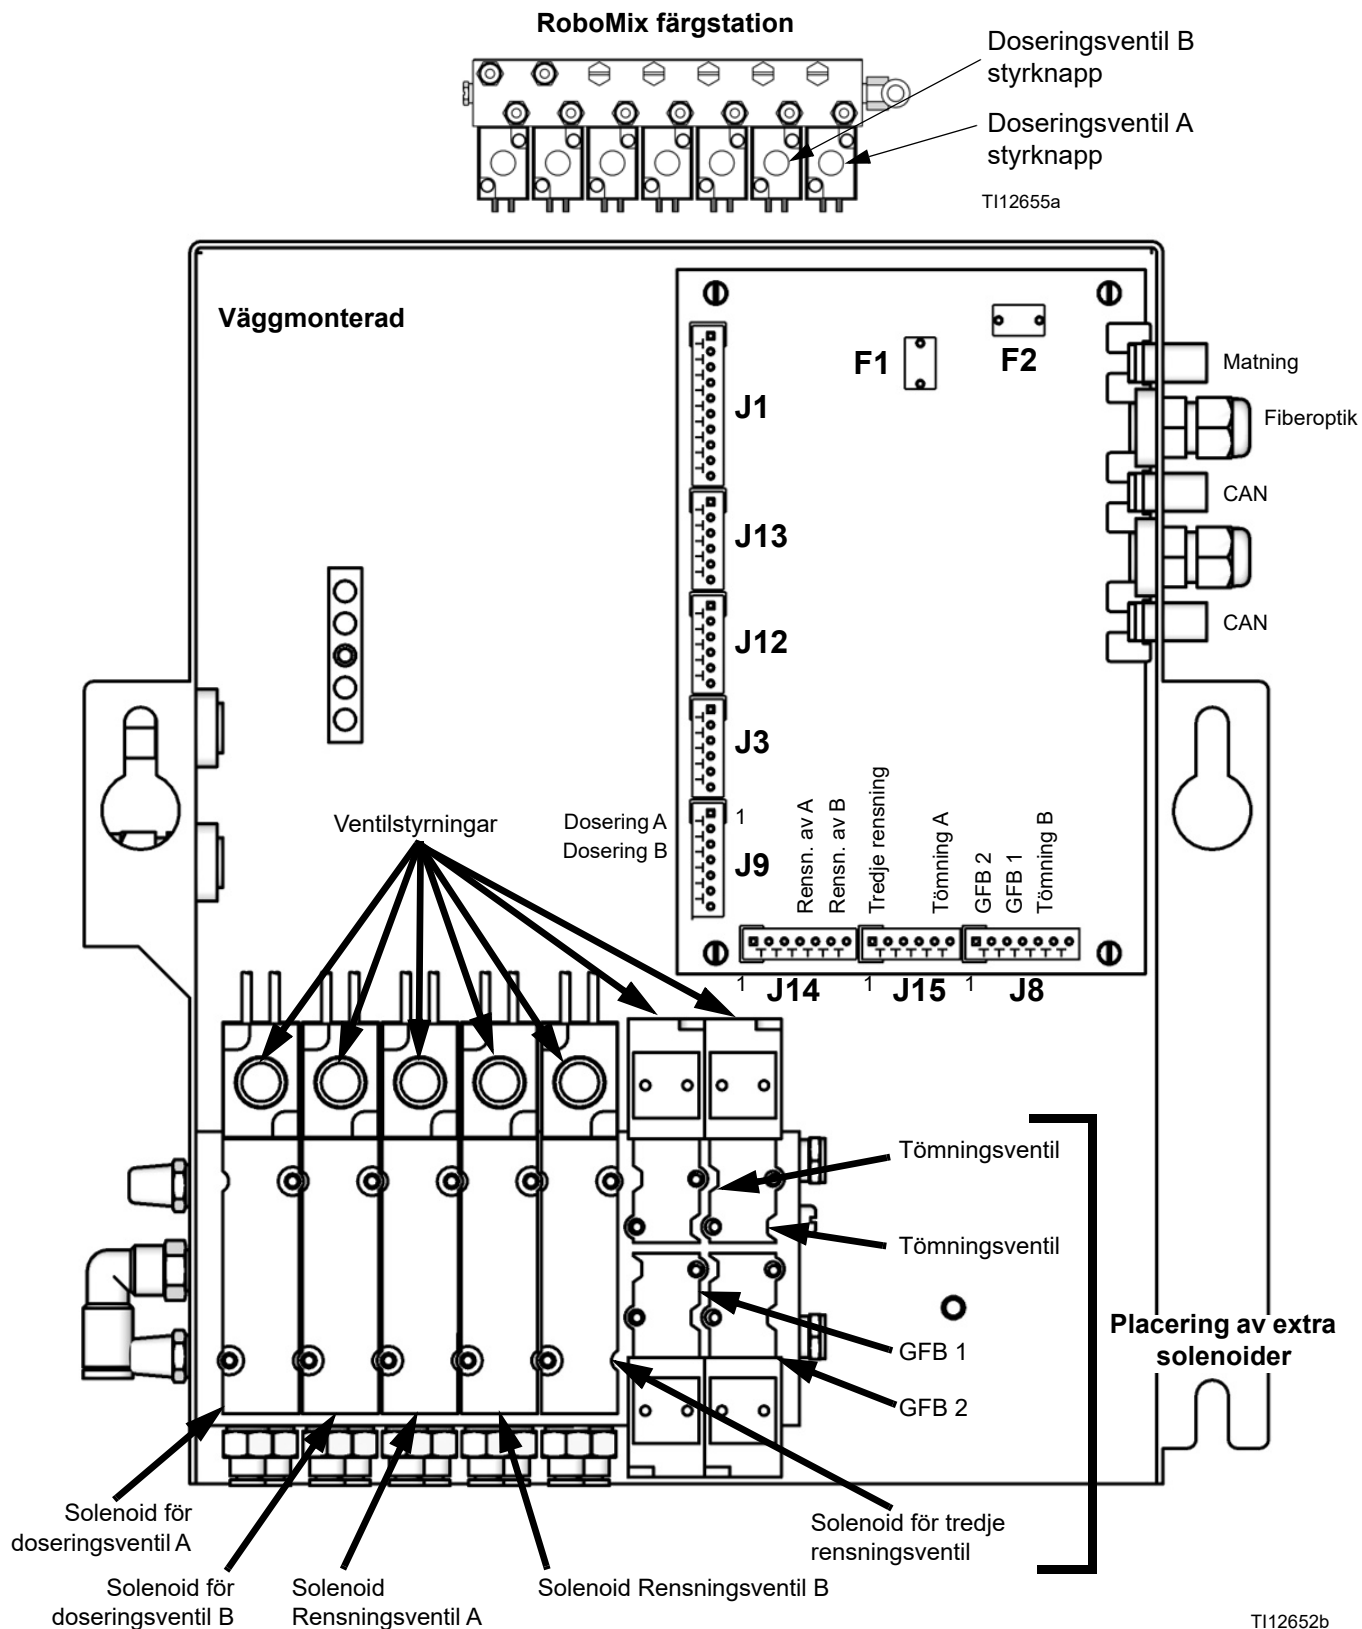

FIG. 5: Färgstation, kort och solenoider
2. Med pistolen aktiverad, tryck på den manuella styrningen på solenoid för doseringsventil A och B för att lätta på trycket. Se FIG. 5.
5. Med pistolen aktiverad, tryck på den manuella styrningen på solenoid för rensningsventil A och B för att lätta på trycket för luft och lösningsmedel. Se FIG. 5. Bekräfta att lösningsmedelstrycket har sänkts till 0.
3. Tryck ner och håll nere tömningsventil A:s solenoidstyrning, FIG. 5.
5. Tryck ner och håll nere tömningsventil B:s solenoidstyrning, FIG. 5.
7. Tryck ner och håll nere tömningsventil A:s solenoidstyrning, FIG. 5.
9. Tryck ner och håll nere tömningsventil B:s solenoidstyrning, FIG. 5.
3. Solenoid-fel	<p>Hantera ventilerna manuellt genom att ta bort Färgstationens hölje och trycka ner och släppa upp solenoidventilens styrknappar. FIG. 5.</p> <p>Använd styrkortdiagnostiken för att kontrollera signalerna. Om signalerna inte är korrekt, gå till Orsak 4.</p> <p>Ventilerna ska öppna och stänga snabbt. Om ventilerna fungerar långsamt, kan detta bero på:</p> <ul style="list-style-type: none"> <li>• Luftrycket till ventilstyrningarna är för lågt. Se Orsak 1.</li> <li>• Solenoid tilltäppt. Se till att lufttillförseln har 5 mikron filter installerat.</li> <li>• Något föremål hindrar solenoiden eller finns i rören. Kontrollera luftutgången från luftledning för motsvarande solenoid när ventilen är aktiverad. Rensa bort hindret.</li> <li>• En doseringsventil är för långt inskruvad. Se ProMix 2KS drifhandbok för inställningar.</li> <li>• Vätsketrycket är för högt och luftrycket för lågt.</li> <li>• Vätsketätning i ventilen har slutat fungera. För reparationsinformation se motsvarande ventilhandbok.</li> </ul>